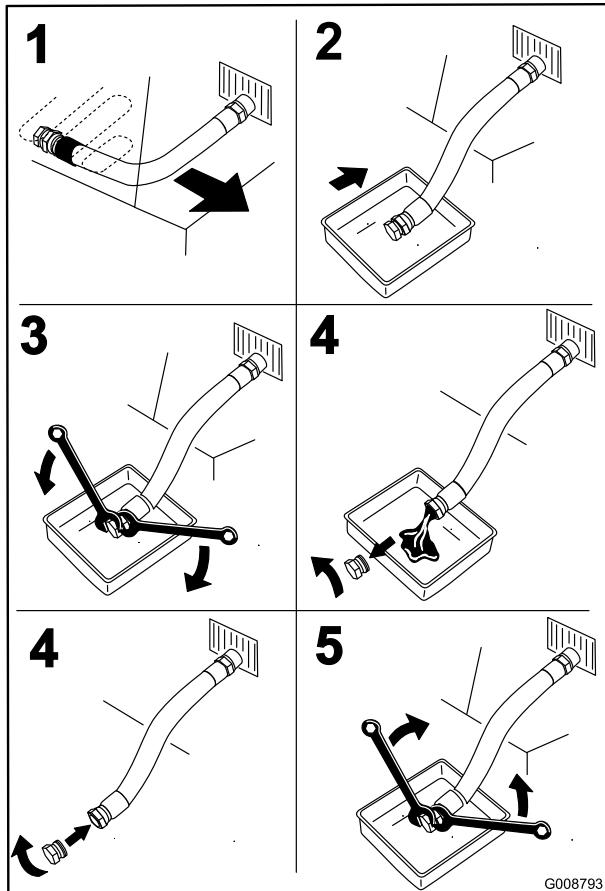

Figura 48
3. Pare el motor, retire la llave y espere a que se detengan todas las piezas en movimiento antes de abandonar el puesto del operador (Figura 48).